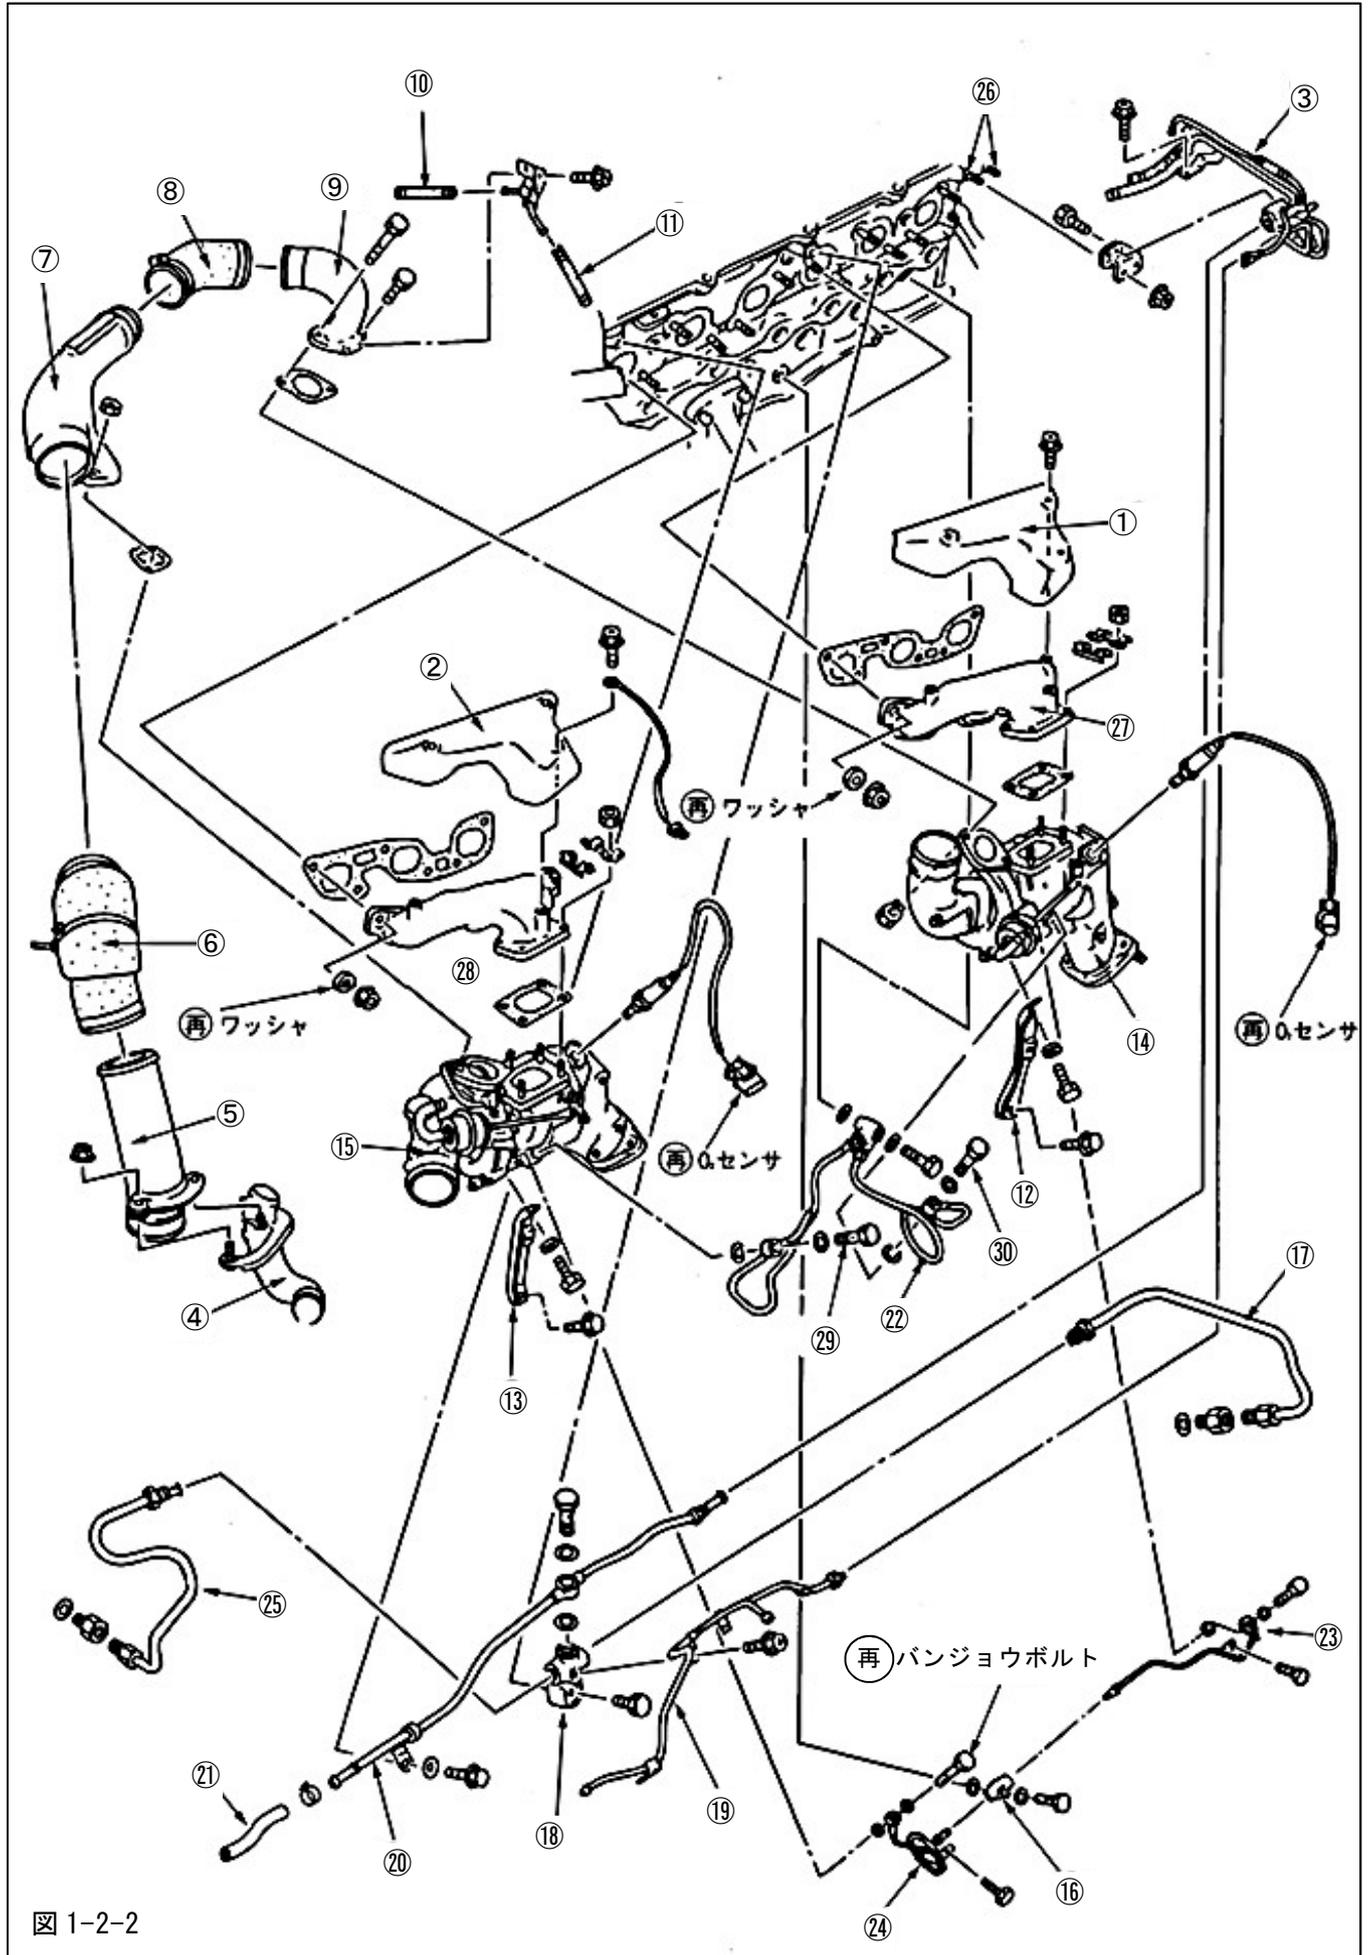

図 1-2-2
(2) ①~⑳の順に取外してください。(図 1-2-2)
(3) 図 1-2-2②をエンジンブロックに取付けているバンジョウボルトを外したところにプラグ M14 を取付けてください。(図 3-1-3)
- ・ワッシャー (図 1-2-2 で外した純正再使用×12)